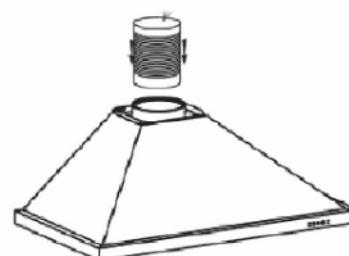

Fig. 3
- Fixez la gaine extensible d'évacuation (non fournie) sur la sortie moteur sans gêner le mouvement du clapet anti-retour (fig. 3).